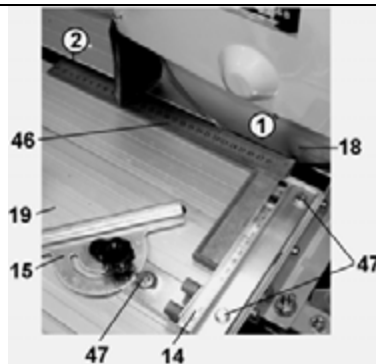

Рис. 15
10.1.3. Как показано на Рис.15, положите угольник (46) на рабочий стол (19) вплотную к упору (14). Проверьте параллельность перемещения отрезного диска (18) в точках 1 и 2. При необходимости ослабьте болты (47), произведите регулировку угла 90° упора (14) относительно отрезного диска (18). По окончании регулировки надёжно закрепите болты (47).
10.1.4. Используя угольник, угломер или шаблон, проверьте правильность показателя регулируемого упора (15) относительно отрезного диска (18). При необходимости произведите корректировку положения указателя (47), Рис. 15.